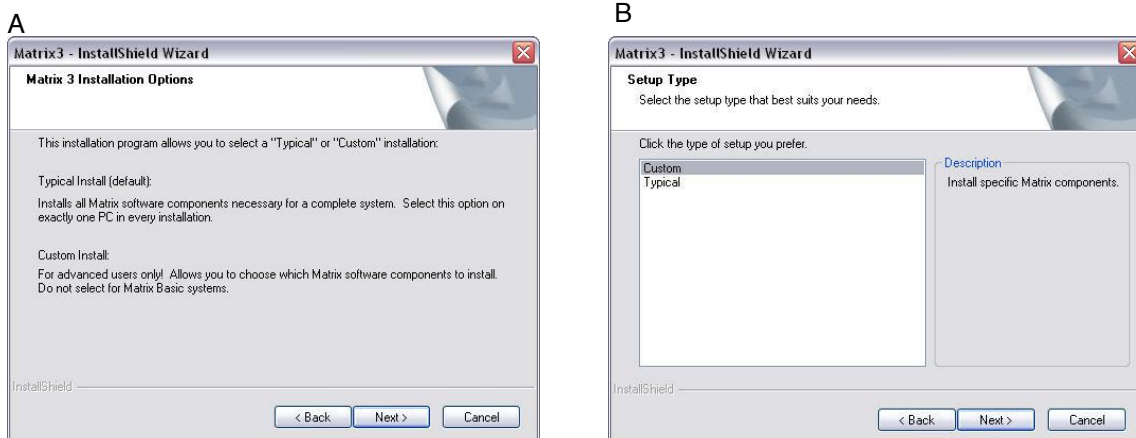

Рис. 14
- После нажатия кнопки «NEXT» [ДАЛЕЕ] для принятия условий лицензионного соглашения появится экран (A) параметров установки (Рис. 14). В этом экране отображаются два доступных для выбора типа установки.
После нажатия кнопки «NEXT» [ДАЛЕЕ] появится экран (B) «Setup Type» [Тип установки] (Рис. 14). На этом экране можно выбрать требуемый тип установки.